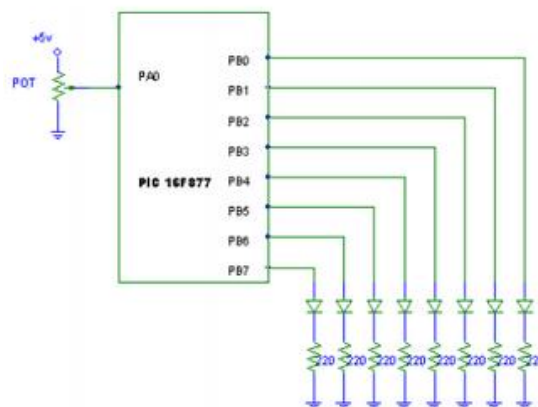

Figura 6.1 Circuito con lectura de una señal analógica
1. Empleando el canal de su elección del convertido A/D, realizar un programa en el cuál, de acuerdo a una entrada analógica que se ingrese por este canal, se represente el resultado de la conversión en un puerto paralelo utilizar el arreglo de leds para ver la salida, como se muestra en la figura 6.1.